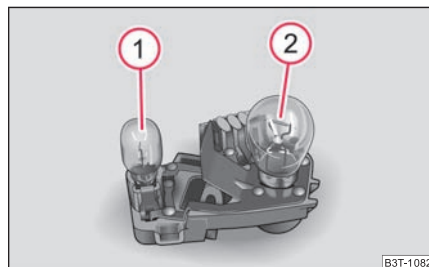

Fig. 241 Partie intérieure du bloc optique arrière: Ampoules
- Pour remplacer une ampoule du phare de recul ① ⇒ fig. 241, sortez l'ampoule défectueuse de la douille et remettez-en une neuve.
- Pour remplacer l'ampoule du phare antibrouillard arrière ② ⇒ fig. 241, faites tourner l'ampoule vers la gauche jusqu'à la butée et sortez-la.
Emplacement des ampoules dans le bloc optique arrière intérieur ⇒ page 272, fig. 241.